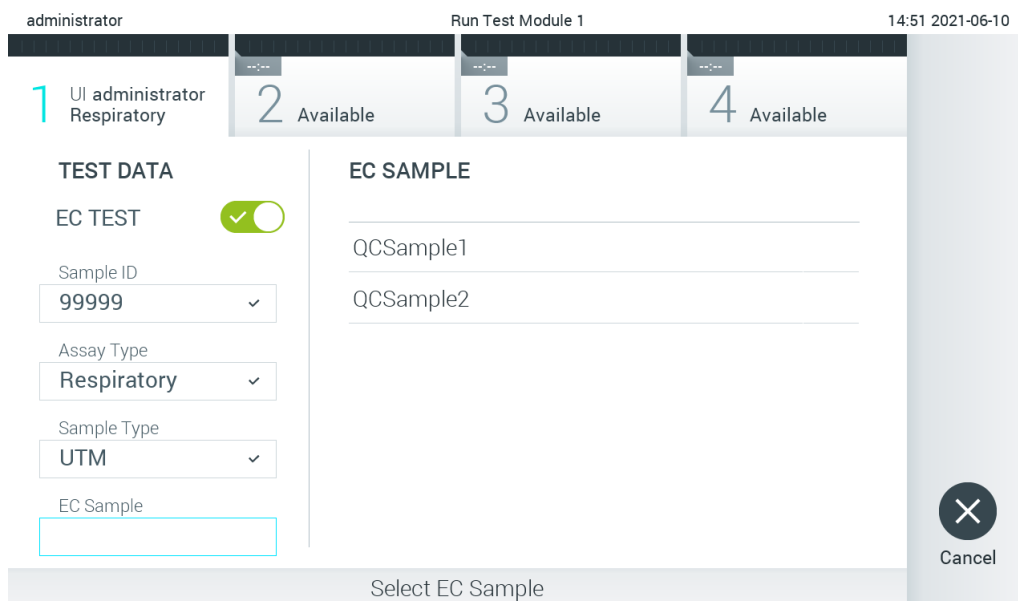

Bild 92. Markera EC-prov.
- Välj lämpligt EC-prov från listan. Endast EC-prover för den valda analystypen visas (bild 92).